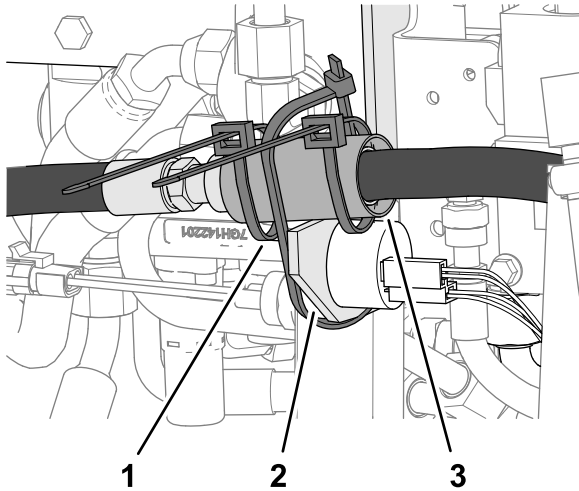

Bild 27
5. Umwickeln Sie die geraden Anschlussstücke der beiden Schläuche mit dem Schlauchschutz und sichern Sie den Schutz an den Anschlussstücken mit zwei Kabelbindern (Bild 27).
6. Befestigen Sie den Schutz und die Schläuche an der Ventilhalterung, wie in Bild 27 dargestellt.